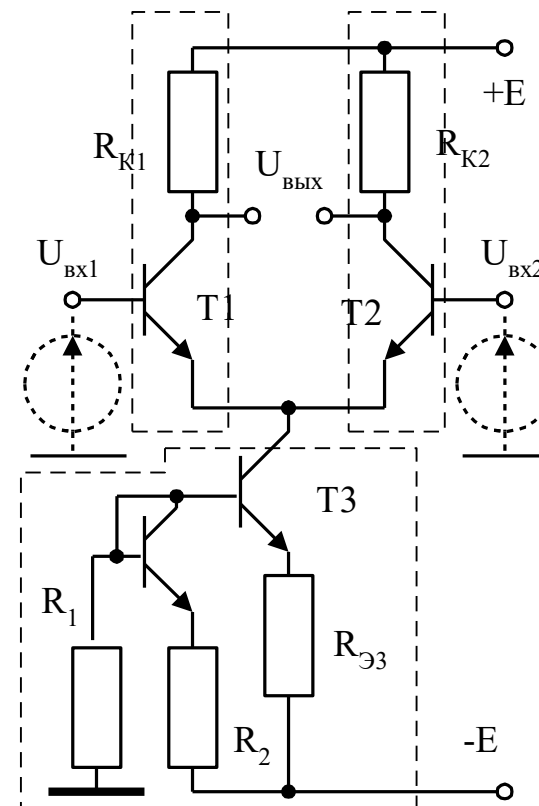

Рисунок 4. Балансный дифференциальный УПТ.
- схема УПТ (рис.4) и тип используемых транзисторов (табл 3);